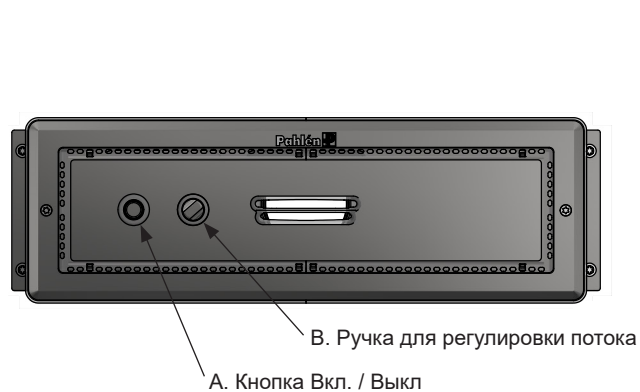

Рис. 3: Jet Swim Athlete, вид спереди.
1. Starten Sie durch Drücken auf die Starttaste (A) an der Front, siehe Bild 3.
2. Der Jetstrahl kann durch Drehen am Bedienelement (B) eingestellt werden, siehe Bild 3. Der Bereich zwischen Max. und Min. beträgt ca. 2½ Umdrehungen. Wir empfehlen, dass der Jetstrahl vor dem Drehen am Bedienelement abgeschaltet wird.